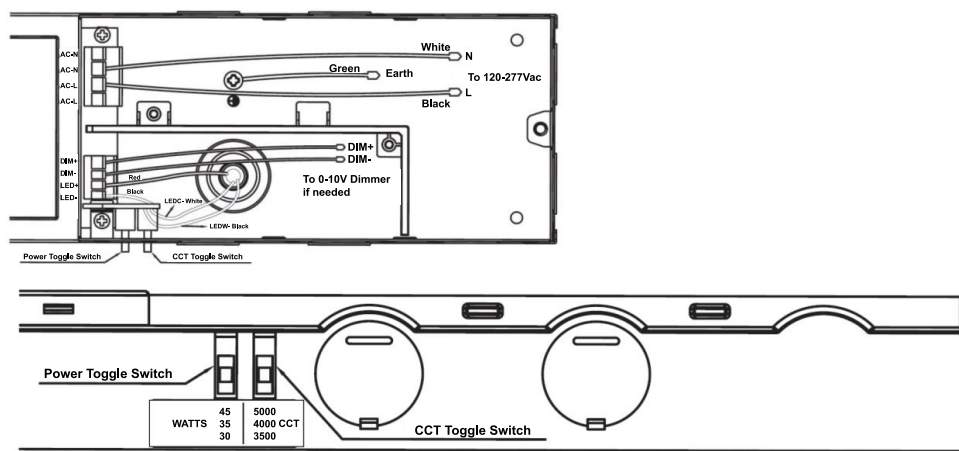

Figure 1
STEP 3: Place the fixture onto the T-grid ceiling (see fig 1), ensuring each of the T-bar support brackets are positioned over the T-bar rails (see fig 2).
Electrical Wiring Instructions (Fig. 1)
- 3:** Placez le luminaire sur le plafond de la grille en T (voir la figure 1), en vous assurant que chacun des supports de support de la barre en T est positionné sur les rails de la barre en T (voir la figure 2).
Instructions de câblage électrique (Fig.1)